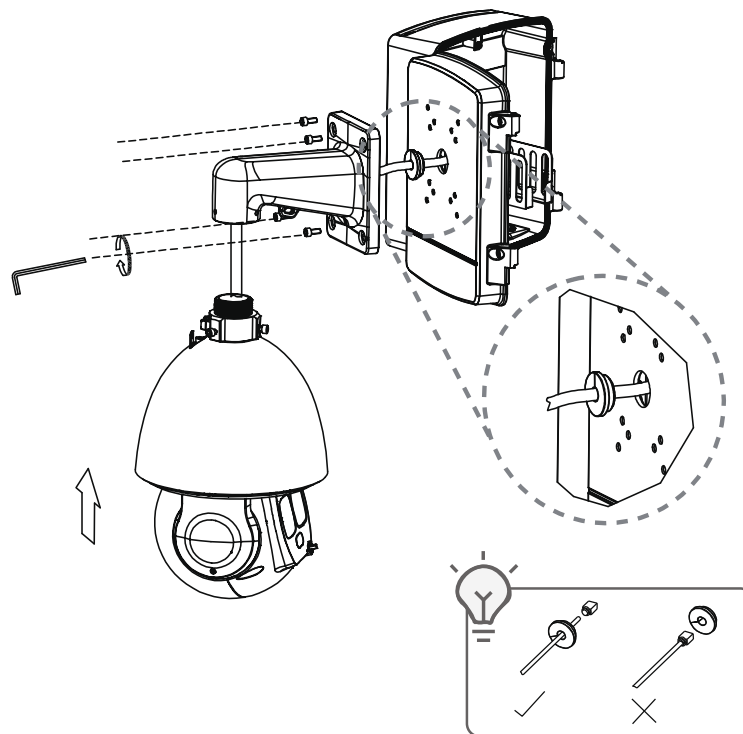

Рисунок 4.6 – Монтаж
4. Протолкните кабель от видеокамеры внутрь монтажной коробки. При помощи винтов (M6×14) из комплекта поставки закрепите кронштейн с видеокамерой на передней панели монтажной коробки (Рисунок 4.6).